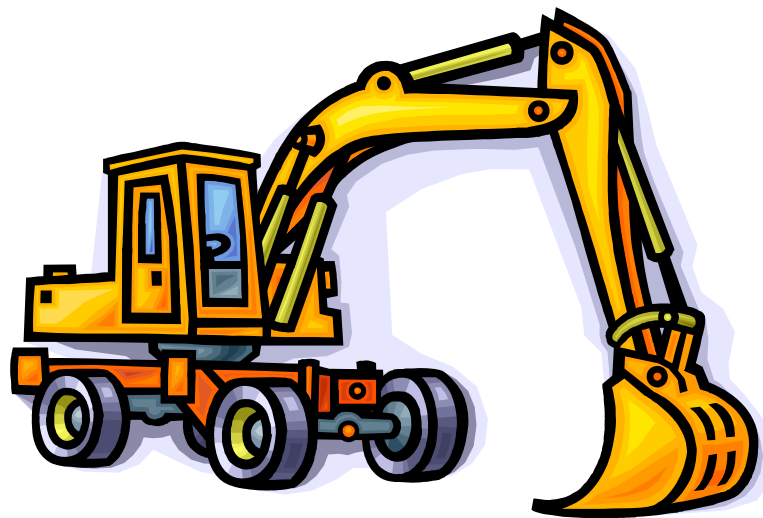

Figura 1
- A. A Figura 1 corresponde a uma **escavadora**.